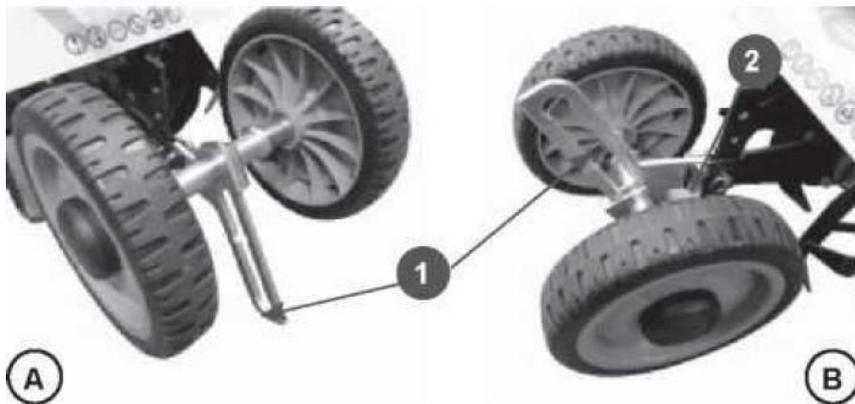

Рис. 1
С завода культиватор поставляется с направляющей регулировки высоты колес (1) (рис.1), установленной регулирующим пазом с отверстиями вниз (транспортное положение, рис.1А). При начальной сборке культиватора направляющую установить пазом вверх (рис.1В). Переверните направляющую пазом вверх, установите на место и надежно затяните болты.